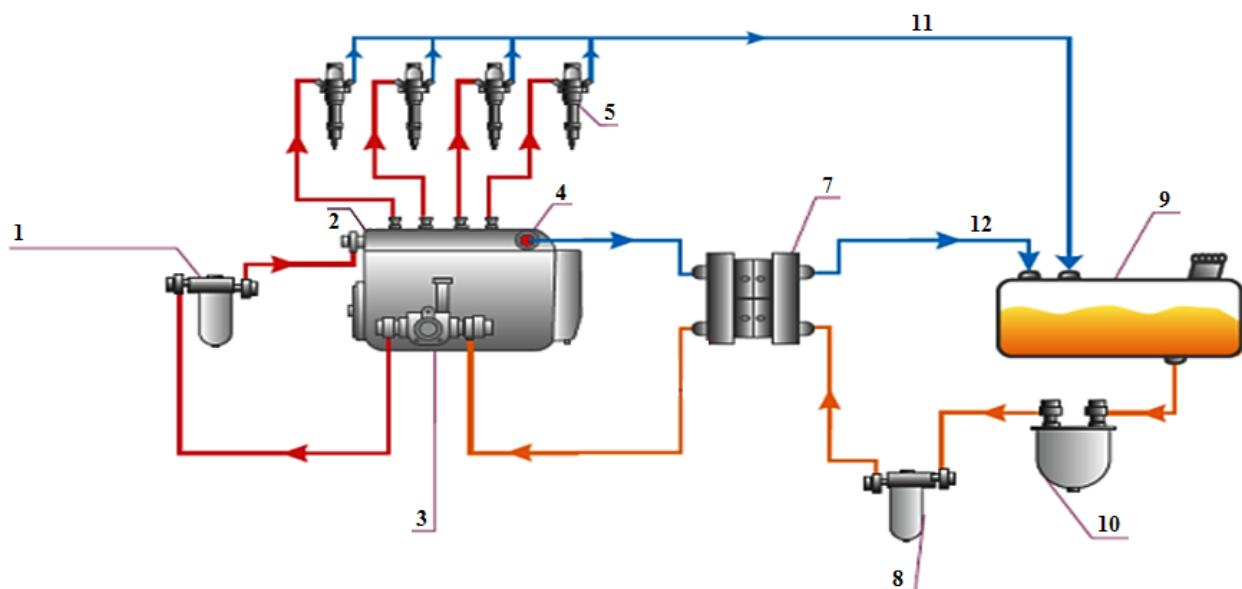

Рис.8 Установка подающей камеры на разжение
2) Установка подающей камеры производится в топливную магистраль до ТННД (**на разжение**). В данном случае **обязательна установка дополнительного ФТО** (см. рисунок 8).